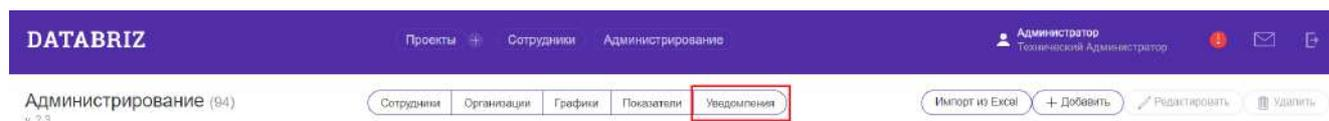

Рисунок 13 — Переход на страницу настройки уведомлений
3. Система отобразит панель навигации: выберите пункт «Администрирование». При открытии страницы «Администрирование»: нажмите на вкладку «Настройка уведомлений» (см.рис.13);